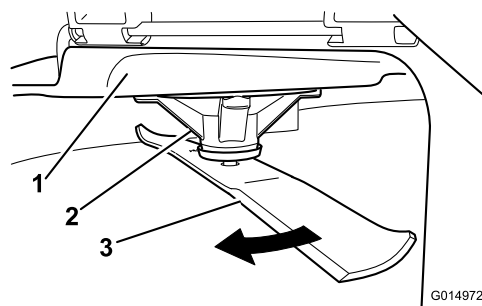

Figura 72
2. Purtați mâinile cu protecție corespunzătoare sau alte protecții adecvate pentru mâini și rotiți încet lama într-o poziție care vă permite să măsurați distanța dintre marginea de tăiere și suprafața uniformă pe care se află maina (Figura 72).